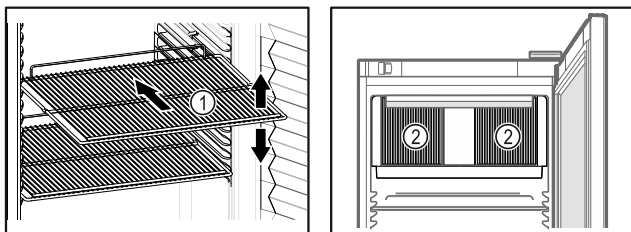

Fig. 70 Eksempelfremstilling Fig. 71
- Hvis oppbevaringshyllene Fig. 70 (1) kan flyttes, juster etter høyden.